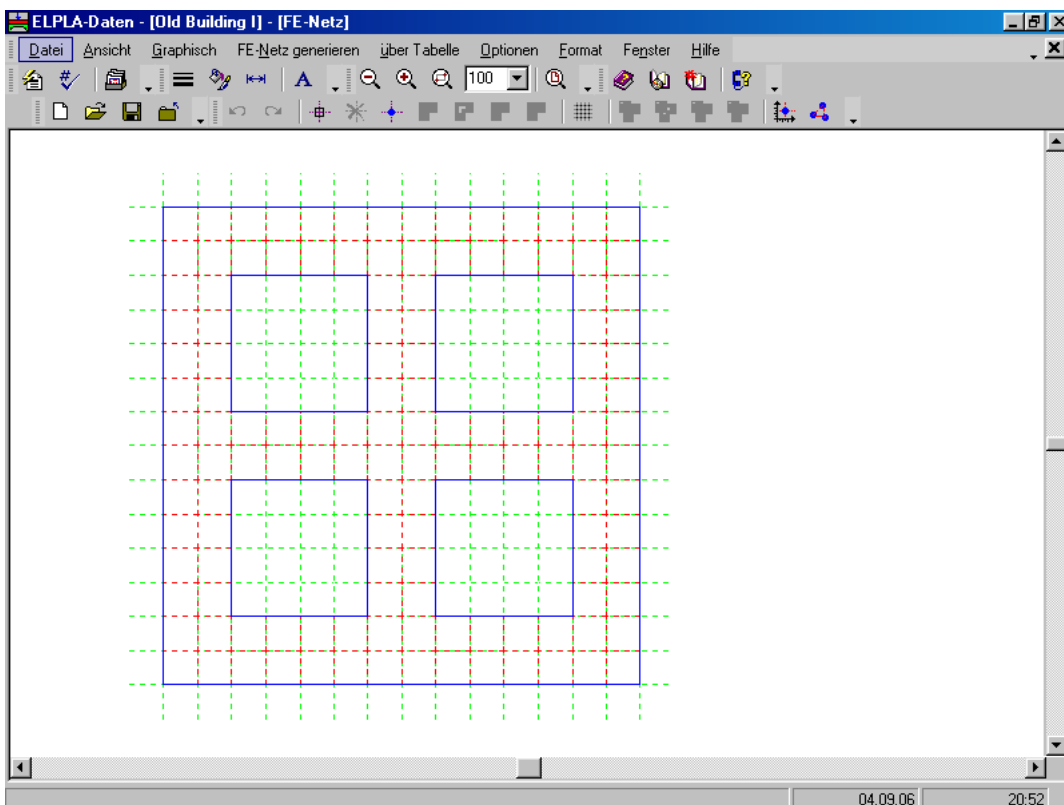

Bild 9-14 Endgültiges FE-Netz nach dem Entfernen der unnötigen Knoten
Um die gewählten Knoten zu entfernen, wählen Sie Befehl "Knoten entfernen" aus dem Menü "Graphisch" (Bild 9-14). Um den graphischen Modus zu verlassen, drücken Sie "Esc".
- Wählen Sie Befehl "Speichern FE-Netz" aus dem Menü "Datei" im Bild 9-14, um die Daten des FE-Netzes zu speichern
- Wählen Sie Befehl "FE-Netz schließen" aus dem "Datei"-Menü im Bild 9-14, um das eingebettete Programm "FE-Netz" zu schließen und zum Hauptfenster von *ELPLA-Daten* zurückzukehren